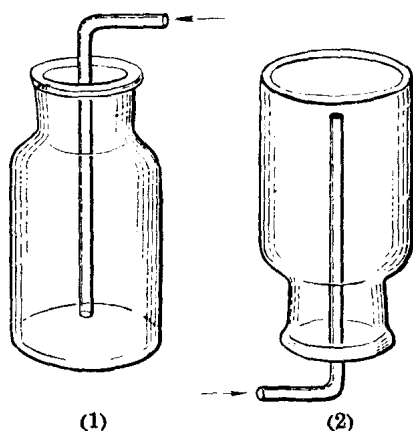

图 2-7 排空气集气法
由于氢气比空气轻，所以氢气也可以采用容器口向下的排空气取气法收集，如图 2-7 中的 (2)。对于比空气重的气体集气时，容器口应当向上，即如图 2-7 中的 (1)。一般对于易溶解于水或易和水发生化学反应的气体，多采用排空气集气法收集。